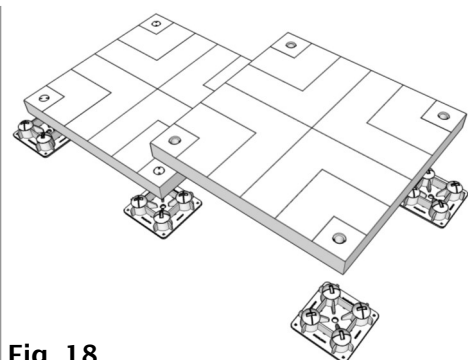

Fig. 18
9. Coloque el Pad (B) encima de los 2 últimos Piers (A) instalados, y sobre los 2 de los primeros 4 Piers (A) instalados. (Fig. 18 y 19)